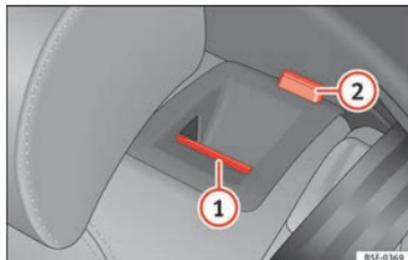

Fig. 152 Dans le dossier de la banquette arrière : touche de déverrouillage (1) ; repère rouge (2).
- Tirez la touche de déverrouillage » fig. 152 (1) vers l'avant et, en même temps, rabaissez le dossier.
- Le dossier arrière est débloqué quand le repère rouge est visible sur la touche (2).
Le dossier arrière est débloqué quand le repère rouge est visible sur la touche » fig. 152 (2).